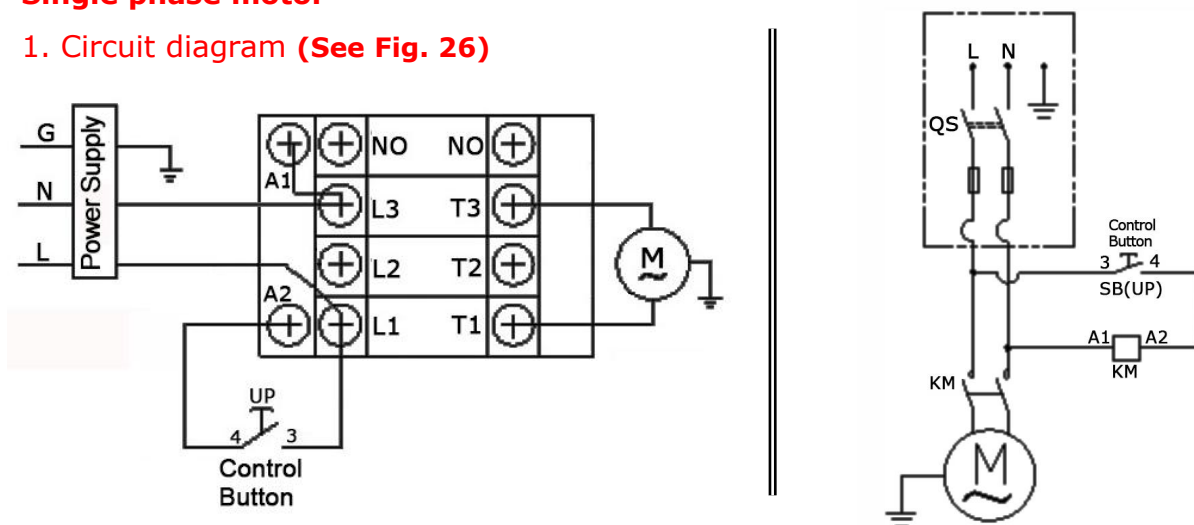

Fig. 26
1. Circuit diagram (See Fig. 26)